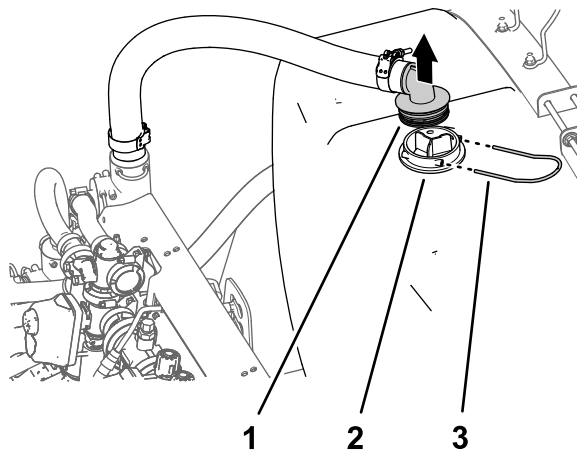

图 12
4. 卸下将供水软管的 90° 宝塔接头固定至吸入滤网外壳的固定叉图 12。